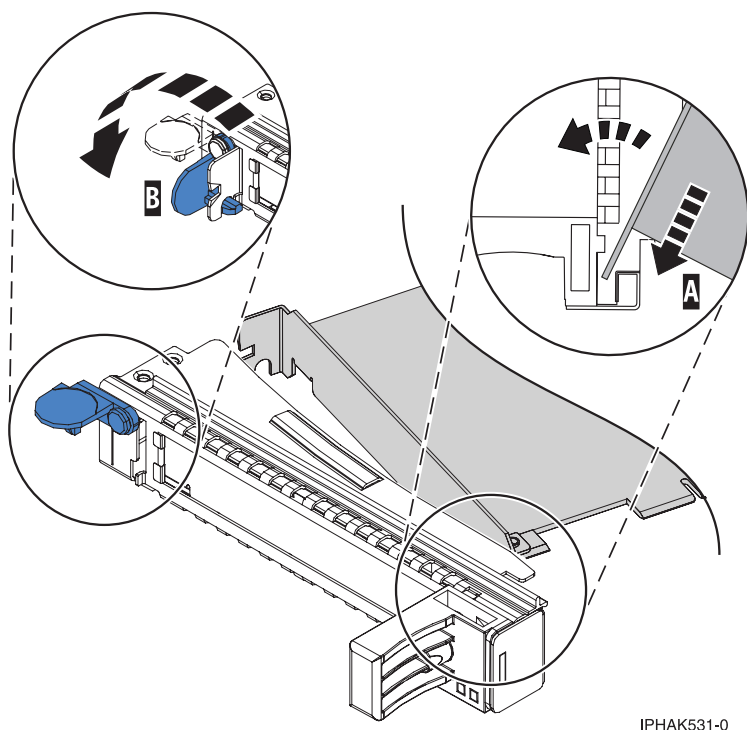

Figura 31. Adaptador que s'ha tret del casset d'adaptadors PCI d'amplada simple
- a. Amb l'armella de la contrapunta en posició d'obert, inseriu l'adaptador amb fermesa al canal (A) de retenció de la contrapunta. Consulteu Figura 31 a la pàgina 40.
c. Tanqueu l'armella de la contrapunta (**B**). Consulteu Figura 31.